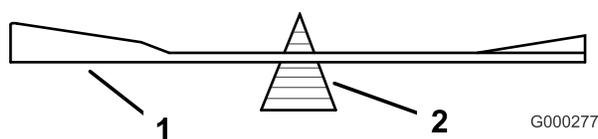

Figure 59
2. Vérifiez l'équilibre de la lame en la plaçant sur un équilibreur (Figure 59). Si la lame reste horizontale, elle est équilibrée et peut être utilisée. Si la lame est déséquilibrée, limez un peu l'extrémité de la partie
relevée seulement (Figure 59). Répétez la procédure jusqu'à ce que la lame soit équilibrée.